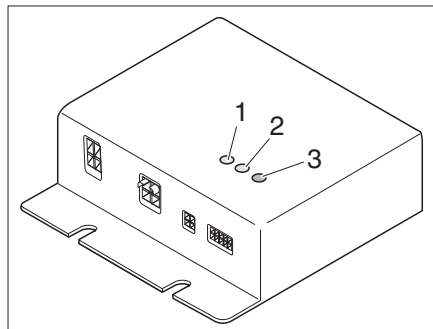

Bild 253 Regelgerät
Das Regelgerät (Bild 253) ist im Kleiderschrank eingebaut. Die Kontroll-Leuchten auf dem Regelgerät haben folgende Bedeutung:
- Kontroll-LED (Bild 253,1) HK1 leuchtet grün: Heizkreis 1 ist in Betrieb
- Kontroll-LED (Bild 253,2) HK2 leuchtet grün: Heizkreis 2 ist in Betrieb
- Fehler-LED (Bild 253,3)